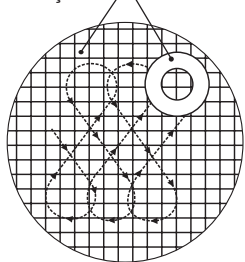

Figura 11 - Padrão de lapidação
2. Sempre use um lapidador novo. Se sinais de desgaste (desnível) estiverem evidentes, recondicione o anel de lapidação. O recondicionamento dos anéis de lapidação é realizado lapidando-os em uma placa de lapidação plana. A lapidação deve ser feita com um movimento em número 8, conforme indicado na Figura 11 na página 25. Para garantir os melhores resultados ao lapidar os assentos, os anéis de lapidação devem ser recondicionadas após cada uso.
6. Faça a lapidação usando um movimento no formato de oito ou excêntrico, em todas as direções, enquanto, ao mesmo tempo, aplica uma pressão uniforme e gira o anel de lapidação lentamente (Figura 11 na página 25).